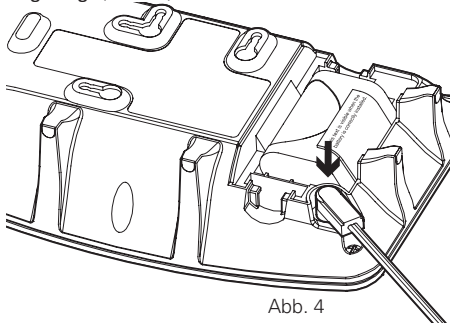

Abb. 4
4. Stecken Sie das Stromkabel in die Tiefton-Sirene, indem Sie das Kabel in die Anschlussstelle bringen, wie nachstehend angezeigt (Abb. 4).